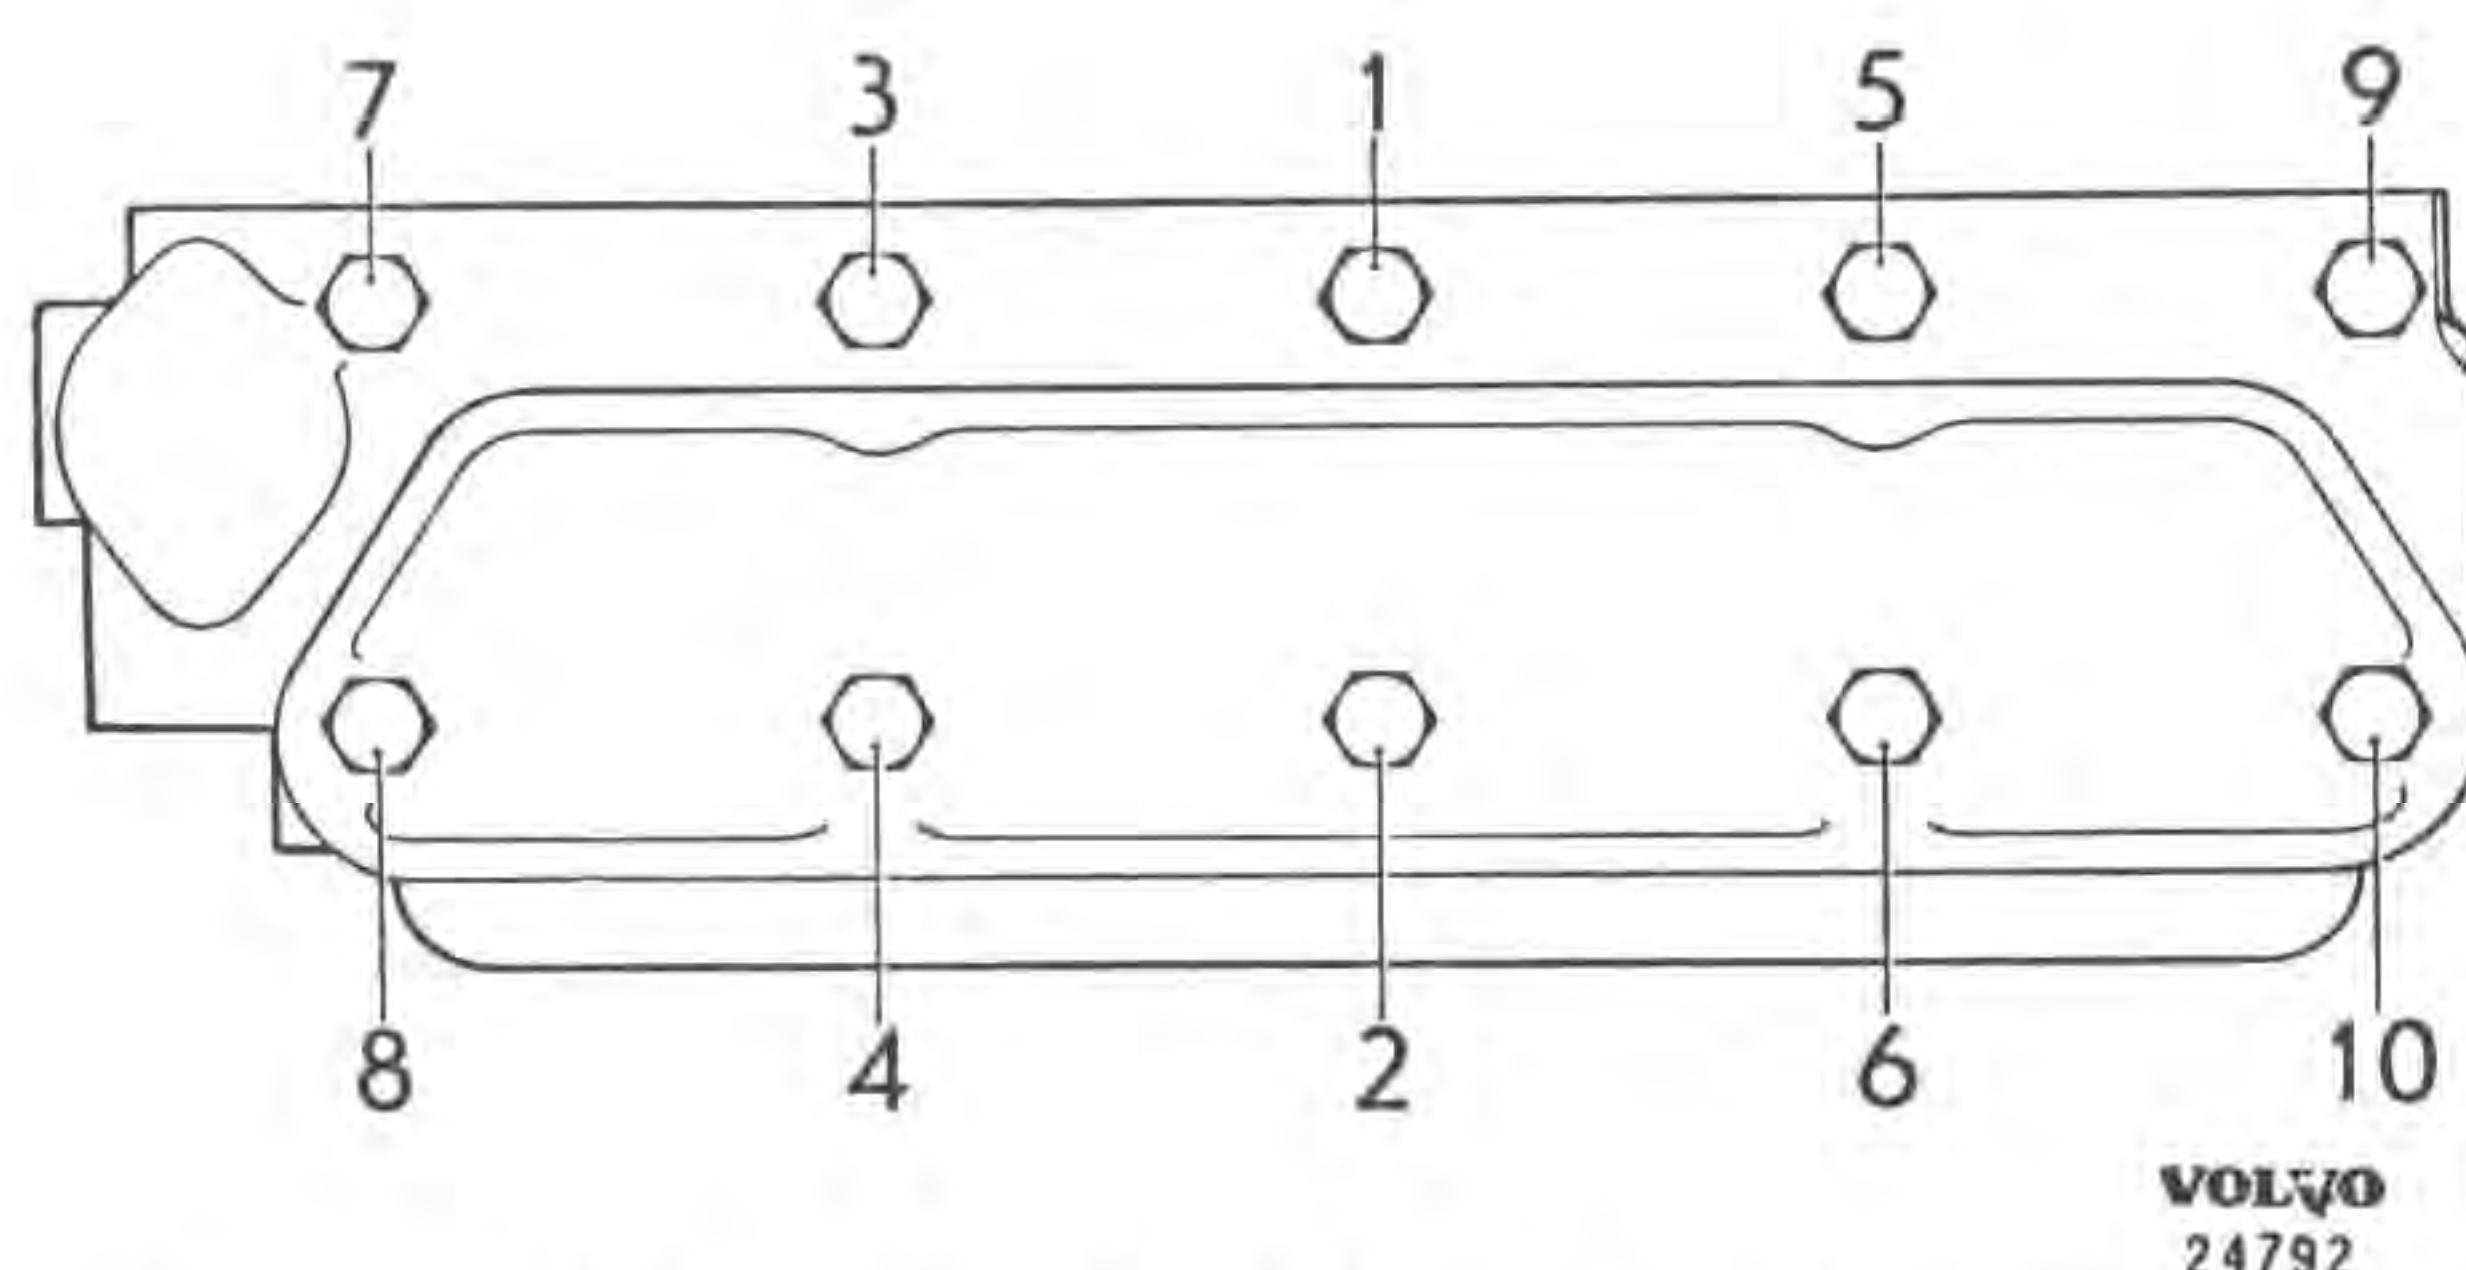
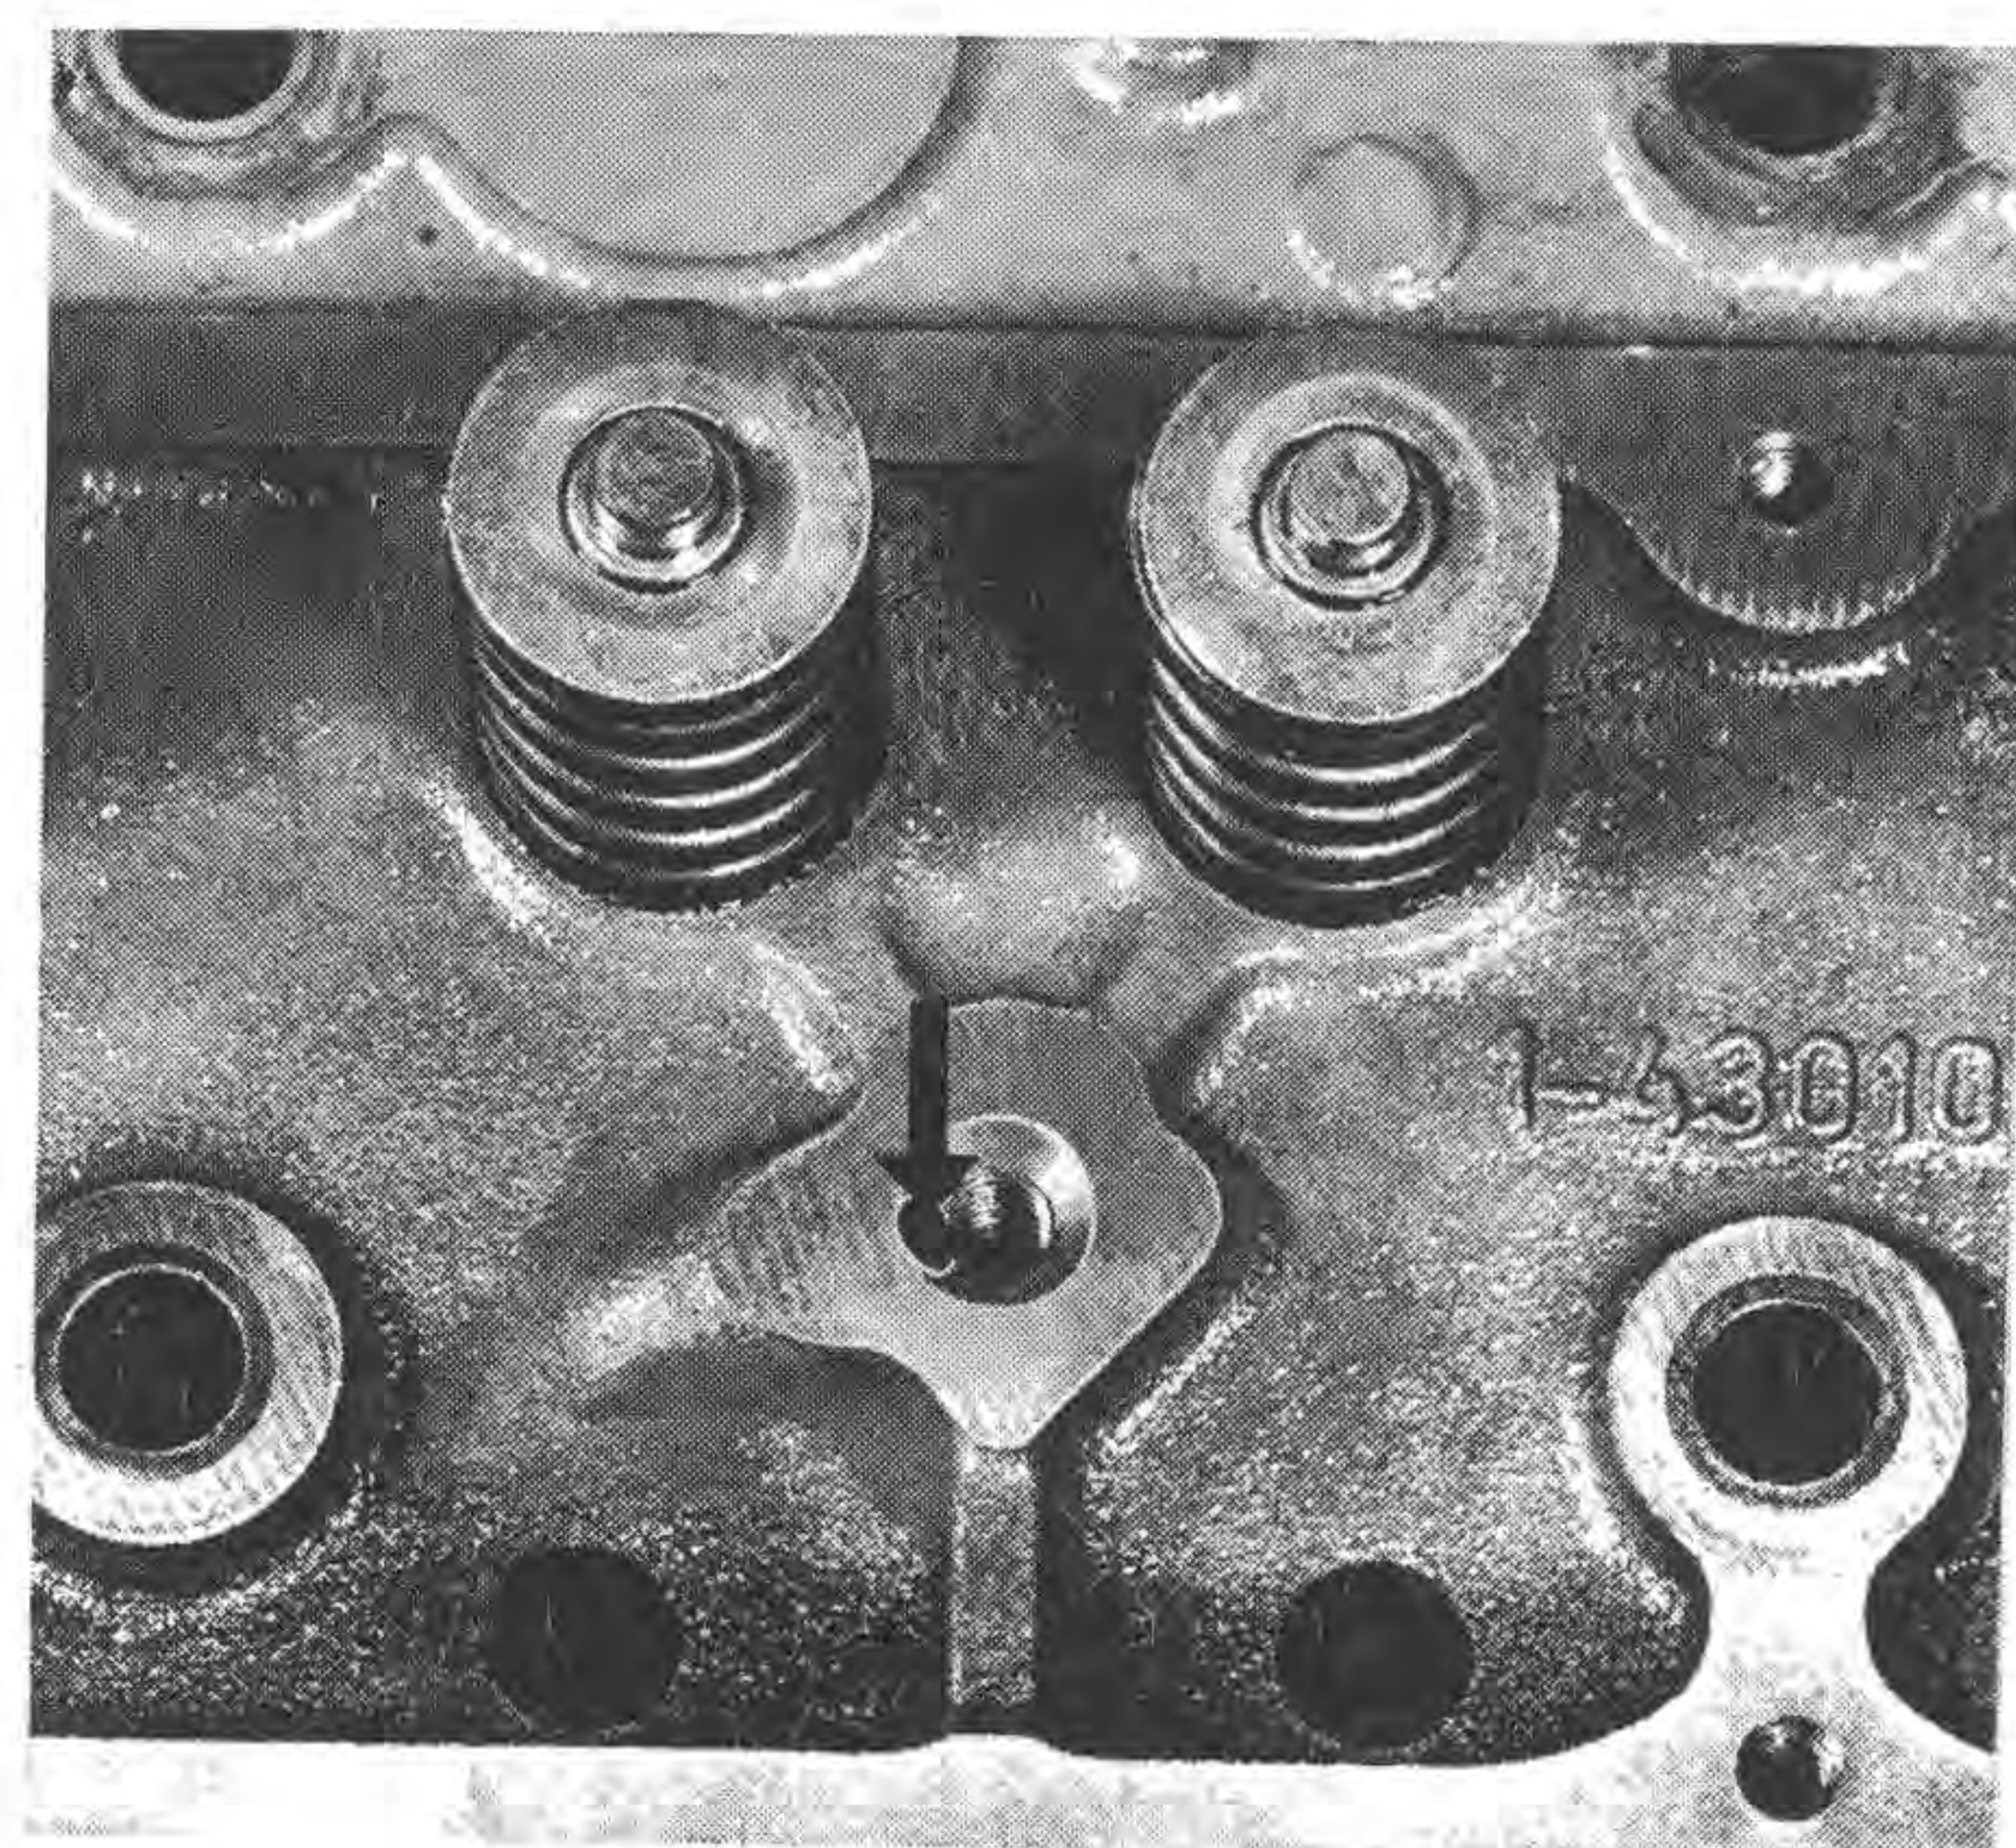

Bild 28. Åtdragningsföljd för cylinderlocksskruvar, B 20
Bild 30. Oljehål i cylinderlock
Cylinderlocket monteras med hjälp av styrrpinnar 2435. Skruvarna måste dras i bestämd ordningsföljd enligt bild 28 resp. 29, för att onödiga spänningar ska undvikas. Kontrollera att oljehålet bild 30, för smörjning av vipparmarna är öppet.
3. Kontrollera att oljekanalerna (bild 30) i cylinderlocket, för vipparmekanismen, är ren.
4. Placera cylinderlocket på plats. Montera skruvarna och ta bort styripinnarna. Cylinderlocks-kruvarna ska dras i tre steg — 1:a steget: 40 Nm (4,0 kpm), 2:a steget 80 Nm (8,0 kpm) och tredje steget efter varmkörningen enligt punkt 17. Skruvarna ska dras i ordningsföljd enligt bild 28 resp. 29.